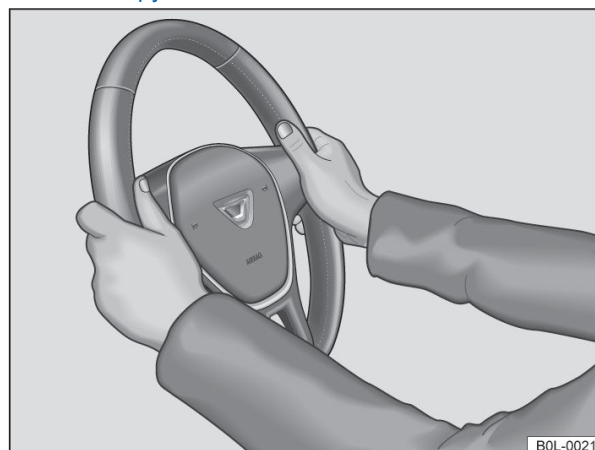

Рисунок 51. Руки на рулевом колесе: позиции на «9 часов» и на «3 часа».
- Отрегулируйте рулевое колесо так, чтобы руки были слегка согнуты, когда вы держите внешние края рулевого колеса в положениях на «9 часов» и «3 часа» → Рисунок 51.
- Обязательно держитесь за внешний край рулевого колеса в положениях «9 часов» и «3 часа» → Рисунок 51 сбоку обеими руками во время движения, чтобы уменьшить степень травмирования при срабатывании фронтальной подушки безопасности водителя.